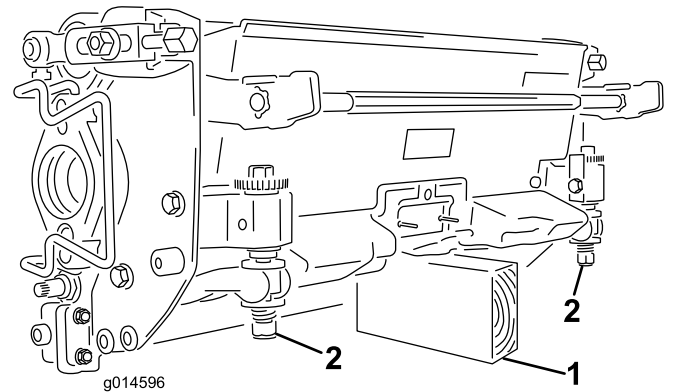

Figura 10
**Importante:** Cuando sea necesario inclinar la unidad de corte para tener acceso al conjunto de contracuchilla/molinete, apoye la parte trasera de la unidad de corte de manera que las tuercas de los extremos traseros de los tornillos de ajuste de la barra de asiento no descansen sobre la superficie de trabajo (Figura 10).